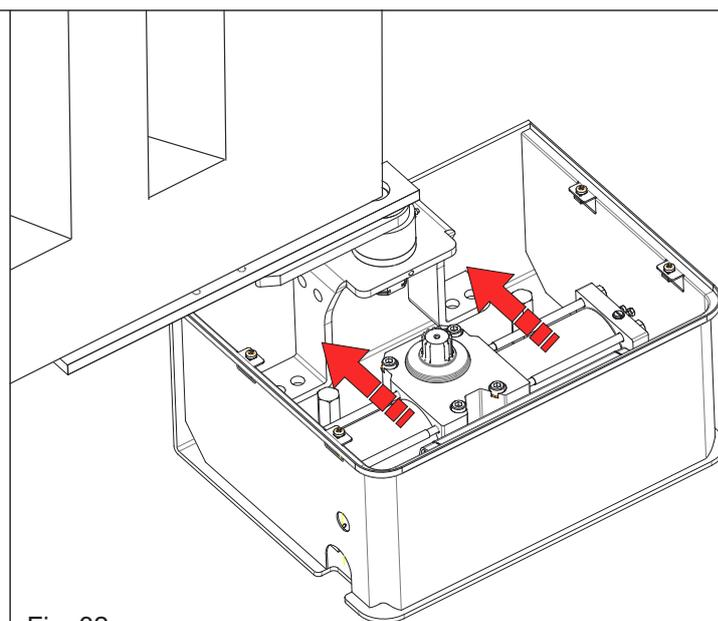

Fig. 32
**8.2.** Une fois l'opérateur placé dans le caisson portant, déplacez-le vers l'avant (Fig. 32) jusqu'à ce que la tige cannelé de l'opérateur soit en correspondance avec le trou de la tige du caisson